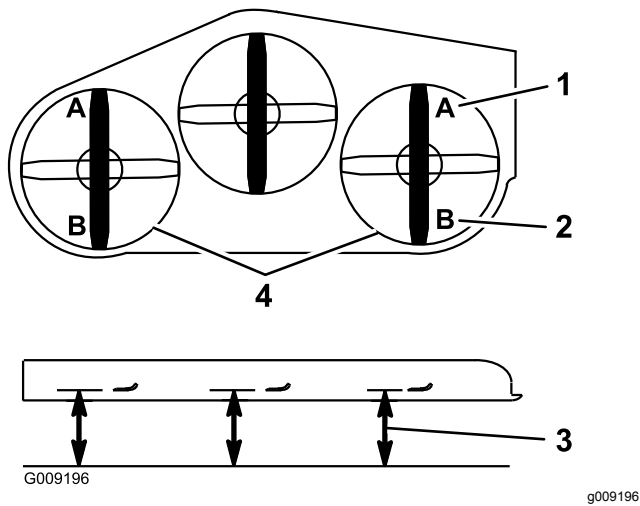

Figure 90
9. De chaque côté du tablier de coupe, mesurez la distance entre la surface plane et la pointe avant de la lame (position A); voir Figure 90.
- De chaque côté du tablier de coupe, mesurez la distance entre la surface plane et la pointe arrière de la lame (position B). La distance obtenue doit être de 8,3 cm (3,25 po); voir Figure 90.